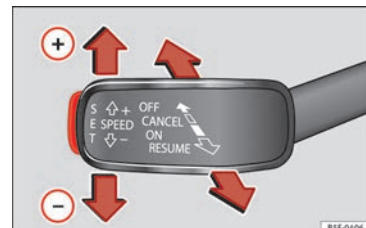

Fig. 48 A la izquierda de la columna de la dirección: tercera palanca para el manejo del GRA.
- Conectar el GRA: sitúe la tercera palanca en **ON** » **fig. 48**. El sistema se enciende, pero no regula por no tener programada ninguna velocidad.
- Activar el GRA: pulse el botón **SET** » **fig. 48**. Memoriza y regula velocidad actual.
- Desconectar el GRA temporalmente: mueva la palanca hasta **CANCEL** » **fig. 48** y suéltela o
- Conectar el GRA de nuevo: mueva la palanca hasta **RESUME** » **fig. 48** y suéltela. La velocidad memorizada se guarda y regula de nuevo.
- Desconectar el GRA: mueva la tercera palanca hasta la posición **OFF** » **fig. 48**. Se desconecta el sistema y la velocidad memorizada se borra.